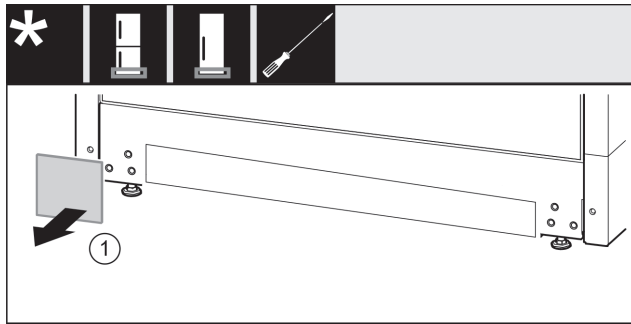

Fig. 14
- ▶ Nuimkite dengiamąją plokštelę Fig. 14 (1).